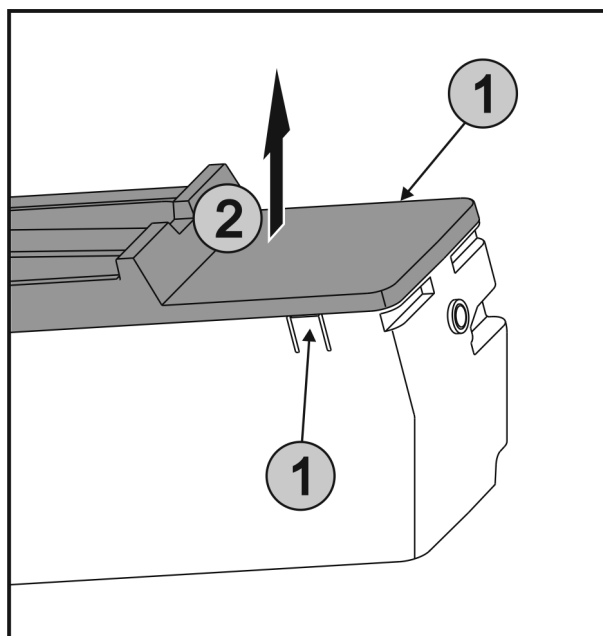

Fig. 71
- ▶ Натиснете едновременно езичетата Fig. 71 (1) от двете страни на EasyTwist-Ice и свалете капака Fig. 71 (2) нагоре.